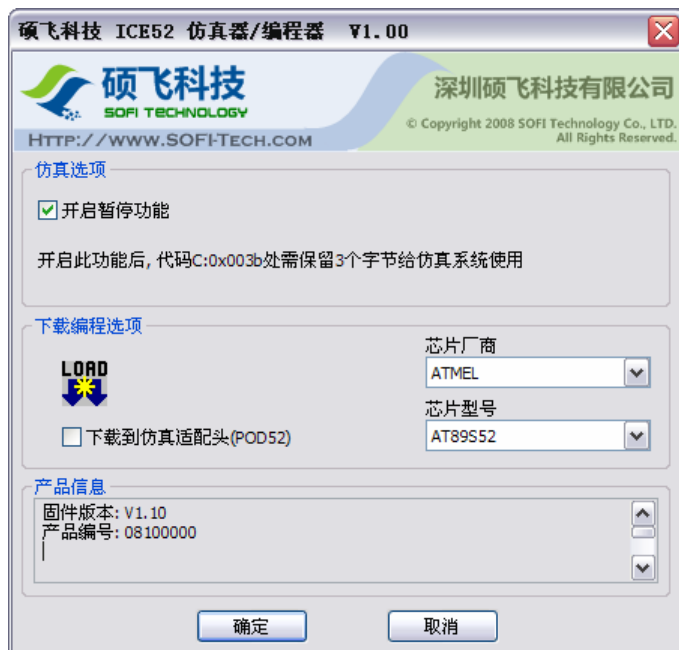

图 4.24 ICE52 设置
2) 选中 Use Target Driver for Flash Programming 选项，在列表框中选择 SOFI ICE52 Emulator/Programmer。然后点击 Settings 按钮，打开 ICE52 的仿真/编程设置对话框，如图 4.24 所示。在对话框的下载编程选项中分别选择合适的器件厂商和芯片型号。我们现在是对 ME830 锁紧座上的 AT89S52 编程，选择型号 AT89S52。如果我们需要对外部目标板上的芯片下载程序，请选择带有“@ISP”后缀的型号。外部 ISP 的使用方法见第五章介绍。